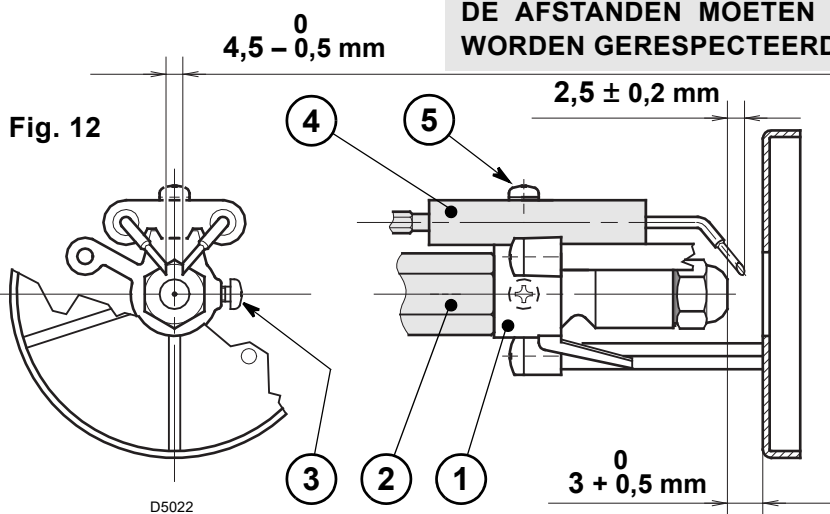

Fig. 12
- Hang de brander vast aan de flens (1), draai de schroeven (3) los en verwijder de branderkop (2).
- Maak de kabels van de electrodes (4) los, verwijder de houder van de vlamhaker (5) van de verstuiverlijn nadat u de schroef (3, Fig. 12, blz. 7) losdraaide.
- **De verstuiver (6) correct vastdraaien, zoals aangeduid op de tekening.**
- Verwijder de verstuiverlijn (1) nadat u de schroeven (2) en de moer (3) losdraaide, de kabels van de controledoos (4), de vlambeveiliging (6) en de stekker (10) ontkoppelde.
- Maak de kabels van de electrodes (4) los, verwijder de houder van de vlamhaker (11) van de verstuiverlijn (1) nadat u de schroef (3, Fig. 12) losdraaide.
- De verstuiver (12) correct vastdraaien, zoals aangeduid op de tekening.
4.3 AFSTELLING ELECTRODEN (zie Fig. 12).